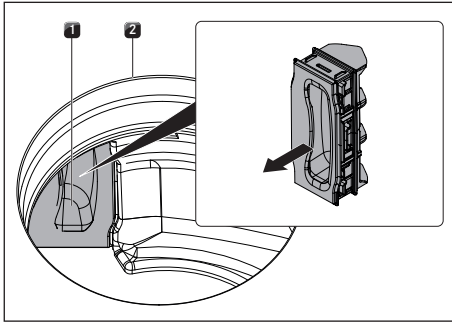

Abb. 8.5 Filterwechselklappe entfernen
- ▶ Ziehen Sie im Inneren der Einströmdüsung die Filterwechselklappe aus der Öffnung des Filtergehäuses (Filterwechselklappe entfernen siehe Abb. 8.5).